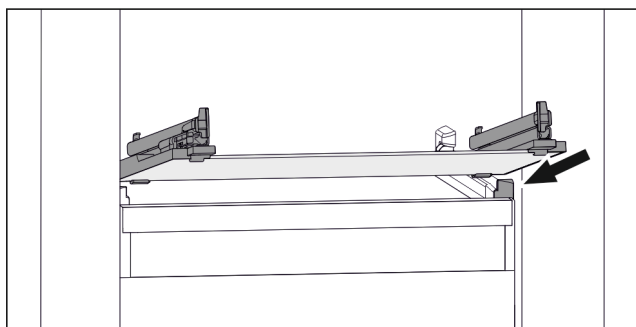

Fig. 101 Primjerni prikaz staklene ploče
- ▶ Stavite ladicu ukoso iza zaustavljača. (pogledajte Fig. 101)